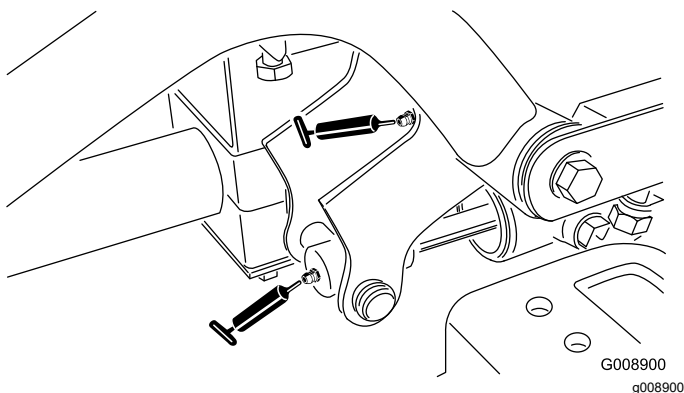

Bild 39
- 2 rechte vordere Hubarm-Drehbüchsen und Hubzylinder (**Bild 39**)